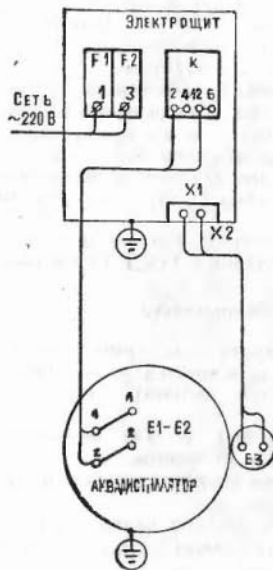

Рис. 2. Схема соединений
7.3. Подведите напряжение 220 В от электросети переменного тока через рубильник или выключатель к зажимным контактам 1 и 3 предохранителей F1 и F2 электроцита 22. Провода подсоединяются в любом порядке (рис. 2 и прилож. 1).
Подключите датчик уровня 5, соединив вилку X2 датчика с розеткой X1 электроцита (см. рис. 2 и прилож. 1).
7.5. Подсоедините подводящий провод электроцита к шпилькам электронагревателей аппарата в соответствии со схемой соединений (см. рис. 2).